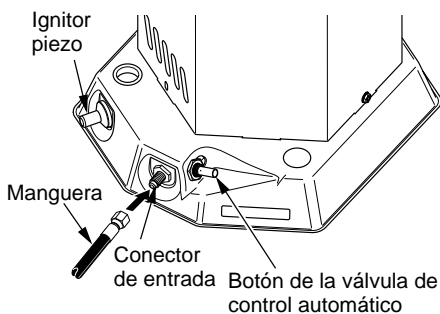

Figura 3: Ubicación del conector de entrada y de la manguera, del botón de la válvula de control automático y del botón del ignitor piezo
2. Conecte la manguera a la entrada del conector (consulte la figura 3). Apriete firmemente usando una llave.
5. Presione y mantenga presionado el botón de la válvula de control automático (consulte la figura 3). Presione y suelte el botón ignitor piezo. Continúe presionando el